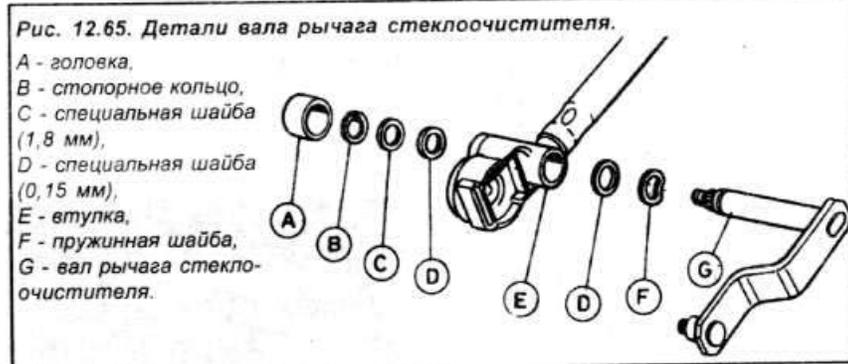

Рис. 12.65. Детали вала рычага стеклоочистителя.
- Снимите головку с вала рычага стеклоочистителя, затем стопорное кольцо, две специальных шайбы и извлеките вал рычага стеклоочистителя (см. рис. 12.65).